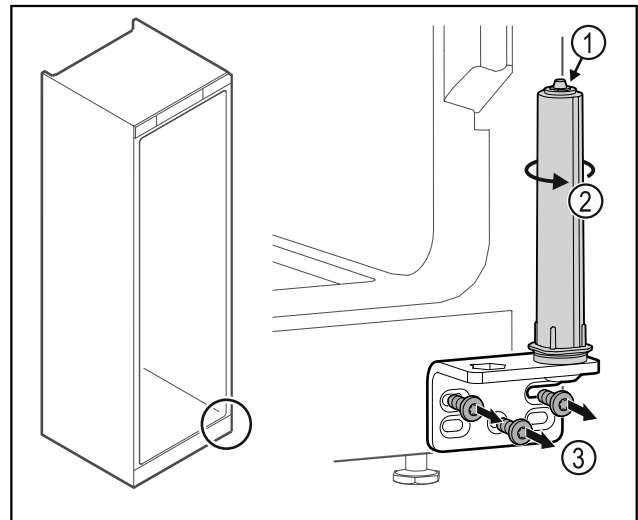

Fig. 23
- ▶ Μην αποσυναρμολογείτε το σύστημα κλεισίματος πόρτας Fig. 23 (1).
- ▶ Περιστρέψτε το σύστημα κλεισίματος Fig. 23 (2), μέχρι να κάνει κλικ.
- ▶ Ξεβιδώστε τη γωνία μεντεσέ Fig. 23 (3).